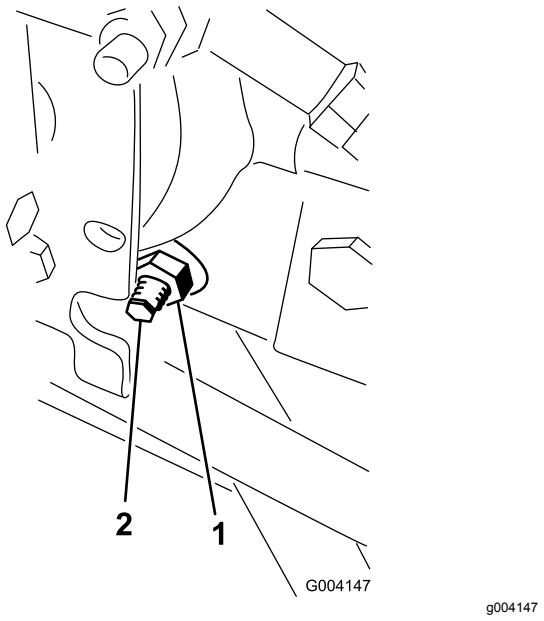

Figura 63
3. Dal lato destro dell'idrostato, allentate il dado di bloccaggio sulla camma di regolazione della trazione (Figura 63).